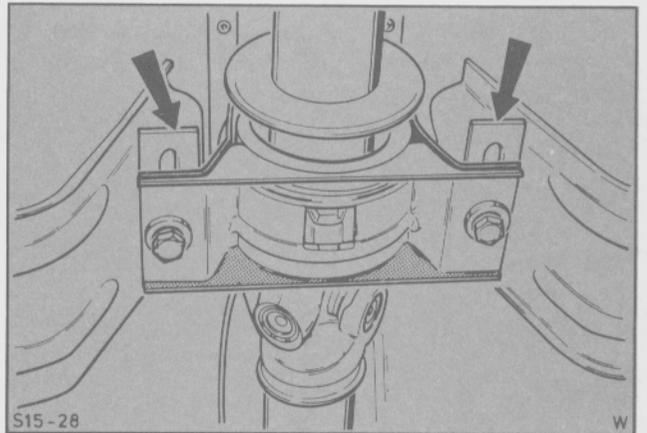

Fig. 59 - Extracción del soporte central del eje de transmisión
- Retirar el soporte central del eje de transmisión en el piso (2 tornillos) (Fig. 59).